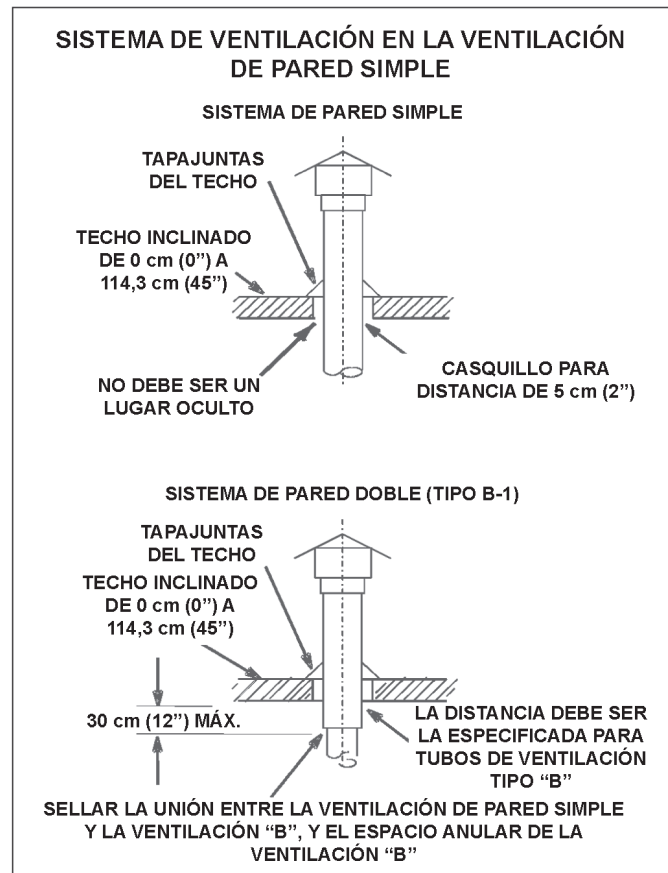
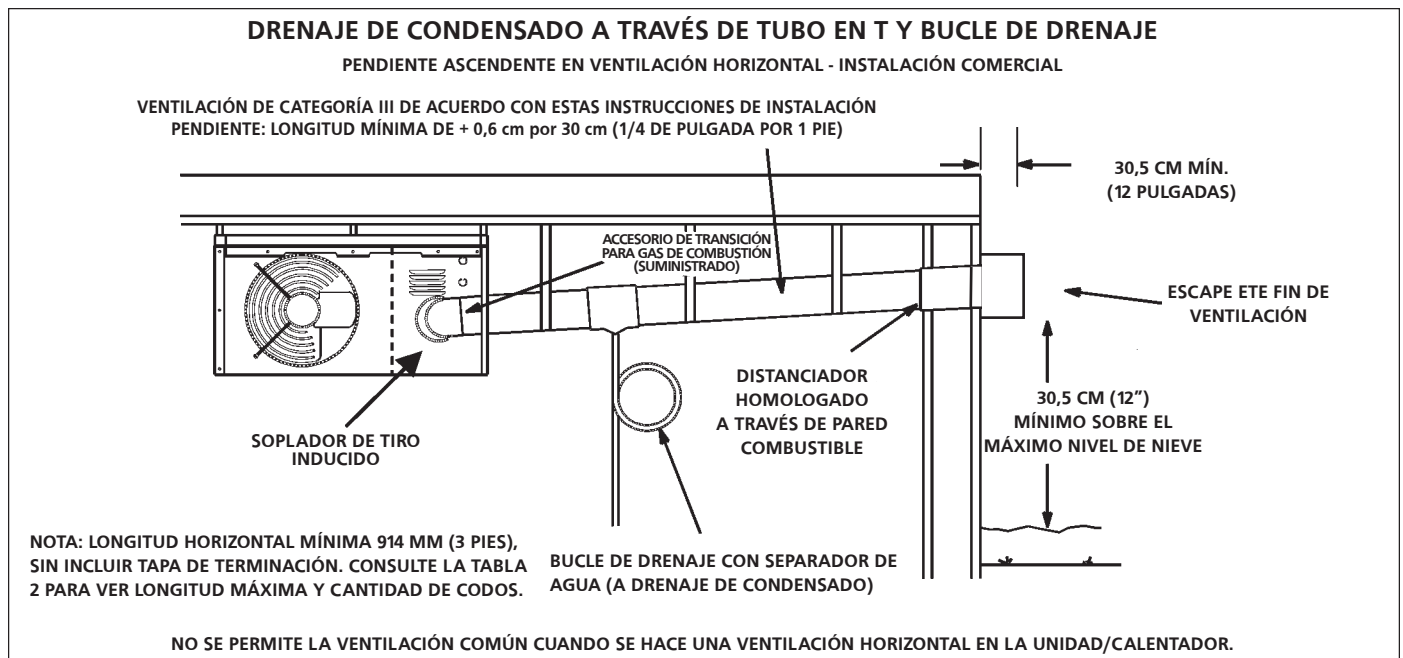

FIGURA 2
FIGURA 3
- Los calentadores MHU se deben utilizar con chimeneas aprobadas por NFPA o ANSI, ventilaciones de gas tipo B-1 homologadas por U.L., tubos de metal monocapa o un sistema de revestimiento de chimenea homologado para ventilación de gas donde corresponda, además de las modificaciones y limitaciones que se detallan en la **figura 2**. Selle el material de ventilación monocapa de acuerdo con la sección **A - Requisitos y recomendaciones generales**.
- Cuando una terminación se pasa a través de una pared combustible exterior, se debe sostener la ventilación con un casquillo de distancia, que se encuentra incluido en la lista. Selle la conexión que hay entre los tubos de una pared simple y una pared doble y el espacio anular del tubo de la pared doble, como se muestra en la figura 2. El borde interior de la junta de terminación en T de la ventilación debe estar a un mínimo de 30,48 cm (12 pulgadas) de la pared exterior, como se muestra en la **figura 3**.
Ventilación A: recomendaciones y requisitos generales y C - Ventilación horizontal: general y D - Ventilación horizontal: comercial. Consulte la **figura 3**.